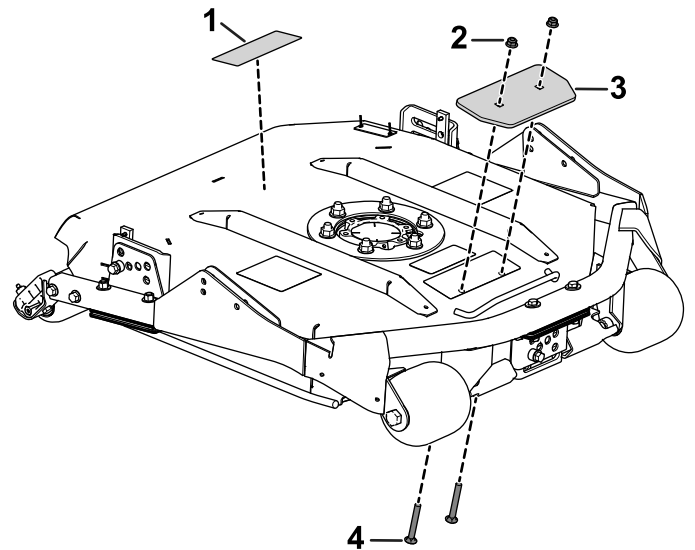

Figure 2
4. Utilisez les écrous à embase pour fixer les plaques de contrepoids au plateau de coupe (Figure 2).
5. Apposez l'autocollant de hauteur de coupe vers l'arrière du plateau de coupe (Figure 2).
3. Enfilez une vis fendue dans chaque trou percé (Figure 2).